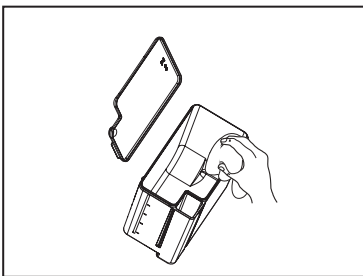

图 5
5. 冲洗或清洗后，擦干牛奶罐和盖子（参见图 5）。
5. 打开门，将牛奶罐从 Milk Master Pro 滑出一部分（参见图 5）。